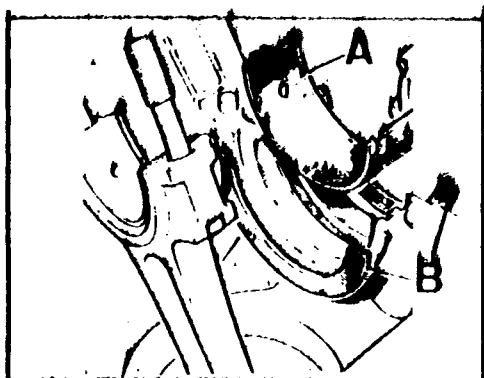
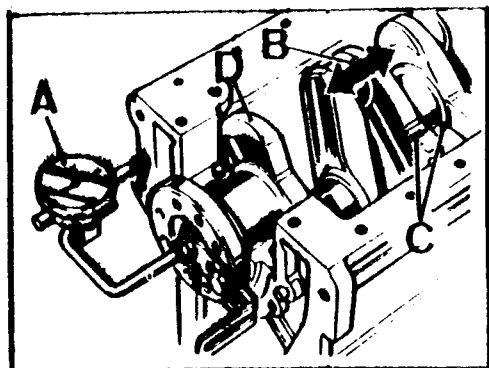

Fig. A3-97 Desmontaje de semicojinetes superiores y arandelas de empuje
Fig. A3-98 Comprobación del juego longitudinal del cigueñal
- 1.6. Retirar el cigueñal, los semicojinetes superiores, A (Fig. A3-97) y las arandelas de empuje, B, situadas una a cada lado del cojinete central.
- 2.3. Situar las arandelas de empuje, B (Fig. A3-97) a cada lado del cojinete central. Limpiar perfectamente las muñequillas y muñones del cigueñal, así como los semicojinetes y lubricarlos abundantemente con aceite del motor.
- 2.4. Montar el cigueñal e instalar en su brida un comparador de reloj, A (Fig. A3-98) por medio del soporte 530106. Medir el juego longitudinal que deberá ser de 0,05 a 0,15 mm. Si no fuera así corregir por medio de las arandelas de empuje, B (Fig. A3-97).
- 1.8. Se instalarán los semicojinetes superiores perfectamente limpios y las arandelas de empuje, B (Fig. A3-97). Montar el cigueñal con las muñequillas limpias y secas.